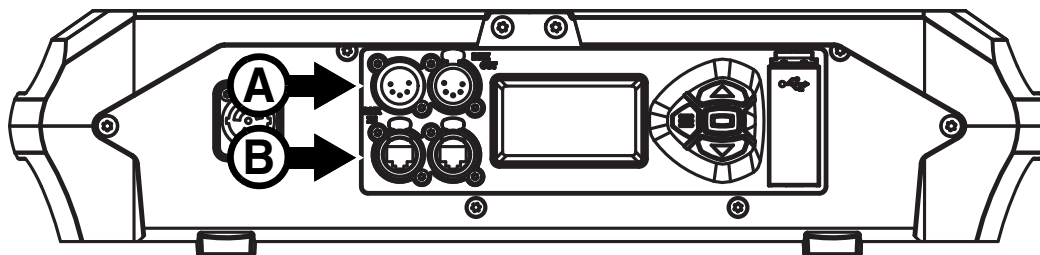

Figure 8 : Connexion de la télécommande
- une paire en XLR (A, Figure 8), et
- une paire en etherCON (B, Figure 8).
Le MAC Ultra Wash possède des embases XLR 5 broches à verrouillage (voir A, Figure 8) pour les entrées et les sorties DMX et RDM par câble DMX. Le brochage par défaut sur les deux embases est le suivant :
Le MAC Ultra Wash dispose d'embases Neutrik etherCON (voir **B**, Figure 8) qui acceptent les protocoles DMX et RDM sur Art-Net et sACN ainsi que le protocole vidéo Martin P3. Chaque embase peut être utilisée indifféremment en entrée ou en recopie.